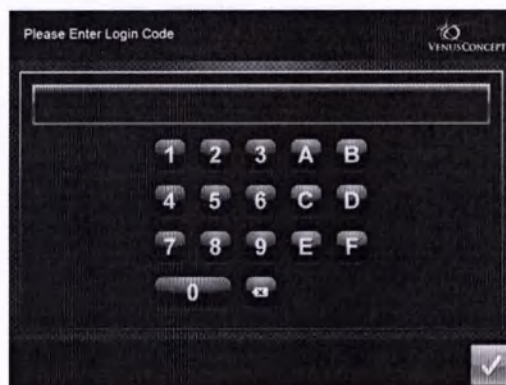

Рис. 5 Экран входа в систему
5. Убедитесь, что аппарат подключен к питанию и появился экран входа в систему, как показано на Рис. 5